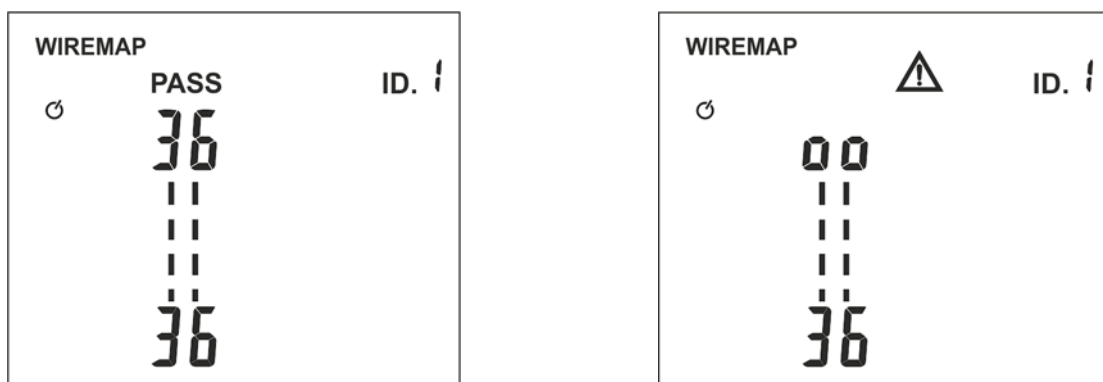

Fig. 13: Visualizzazione test su cavo COAX con connettore F
4. Premere il tasto **TEST/←**. Lo strumento esegue il test fornendo il messaggio **"PASS"** per test corretto (vedere Fig. 13 – parte sinistra) o il simbolo **"⚠"** oltre alle coppie lampeggianti in caso di cavo interrotto (vedere Fig. 13 – parte destra)